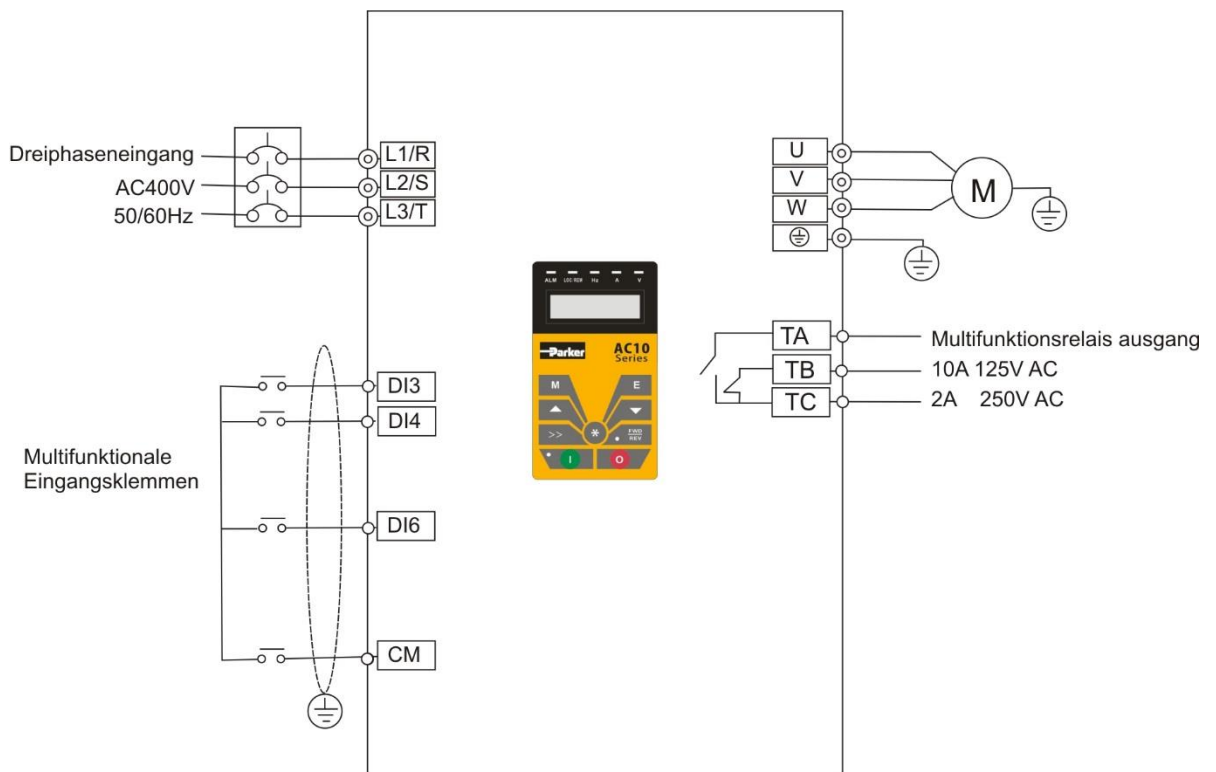

Abbildung 8-2 Schaltplan 2
- i. Verbinden Sie die Kabel gemäß Abbildung 8-2. Nachdem die Verkabelung erfolgreich überprüft wurde, schalten Sie den Belüftungsschalter und den Wechselrichter ein.